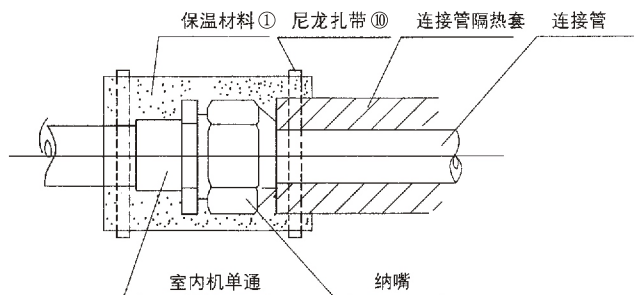

图 8
3 管道安装后用附件①保温材料包住所有扩口管连接部分，如图 8。